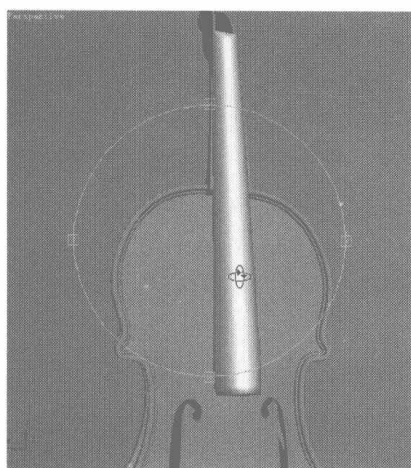
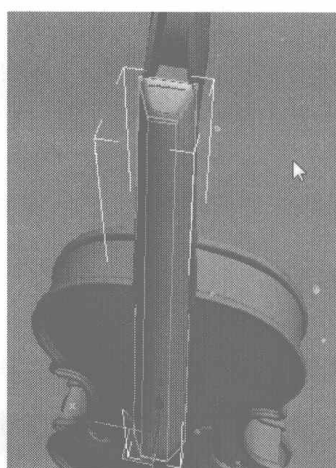
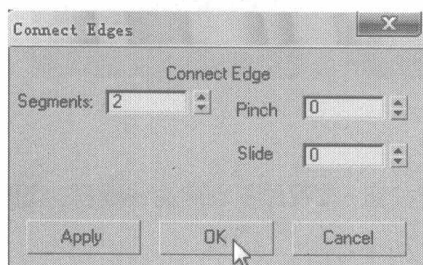
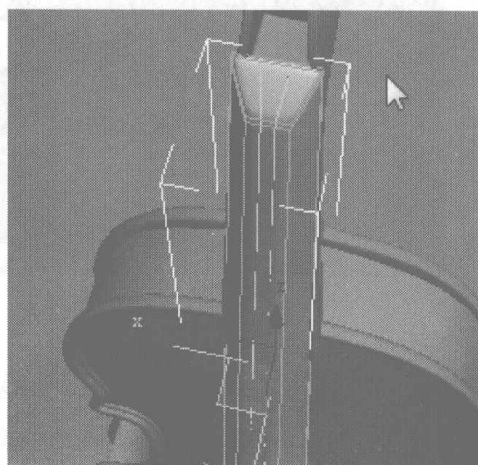

图 5.311
图 5.312
图 5.313
图 5.314
- 14** 打开细分, 将细分度设为 2, 模型如图 5.311 所示。选择如图 5.312 所示的曲线, 单击 **Connect** ☐ 右边的小按钮, 添加细分曲线, 在弹出的对话框中设置如图 5.313 所示参数, 模型显示如图 5.314 所示。